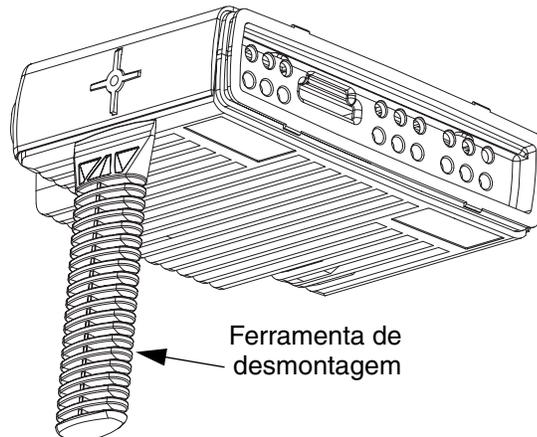

Figura 2-3 Remoção da tampa superior
1. Insira a ferramenta de desmontagem no encaixe lateral do rádio, como mostra a Figura 2-3.